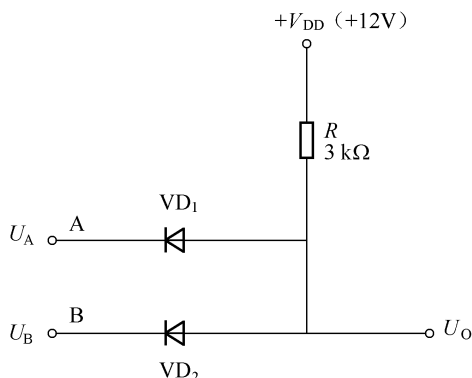

图 1.3-5 简单的电平选择电路
从多路输入信号中选出最低电平或最高电平的电路，称为电平选择电路，如图 1.3-5 所示。假设二极管为理想的。
**例 1.3** 已知电路图如图 1.3-5 所示，已知二极管是理想的，其中  $U_A$  为  $5V$ ， $U_B$  为  $7V$ ，试问二极管  $VD_1$ ， $VD_2$  的状态并求出  $U_O$ 。